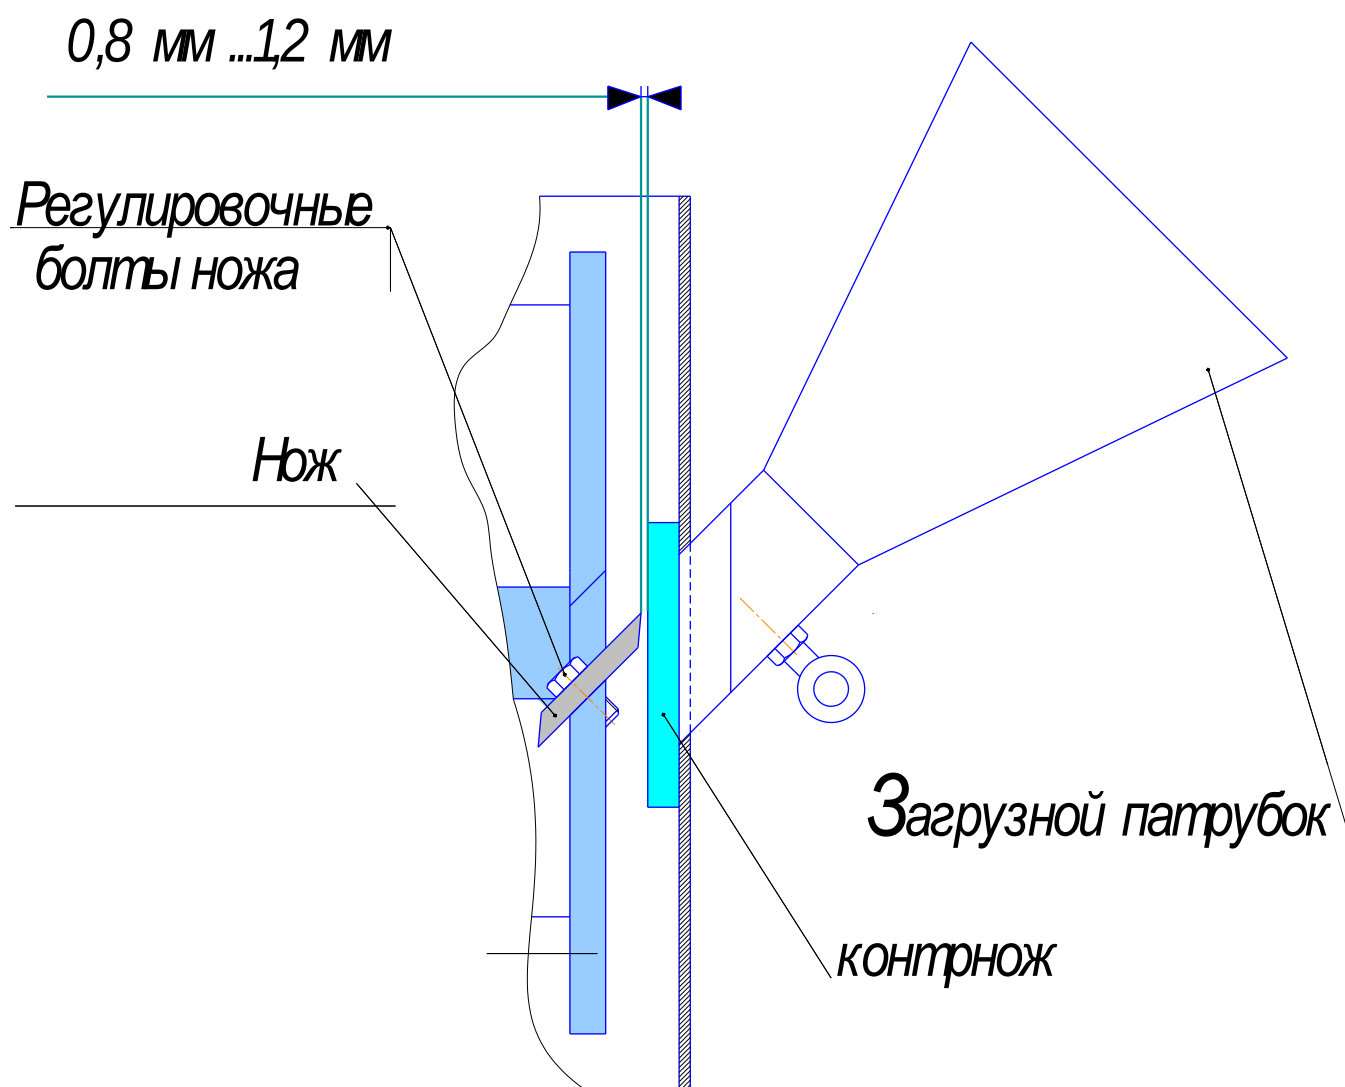

Рис.5.Схема регулировки зазора между ножами и контрножом .
7.2.4 Выставить зазор между наиболее выступающим ножом машины и контрножом в пределах 0,8...1,2 мм (рис.5), не допуская касаний ножами контрножа.